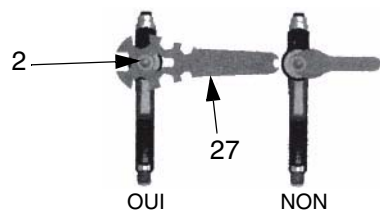

FIG. 5
2. Actionner le pistolet pendant le démontage de la buse (2) à l'aide de la clé (27). Voir FIG. 5.